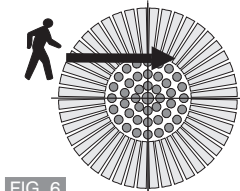
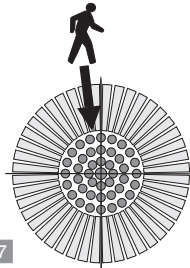

FIG. 6
FIG. 7
- Prima dell'installazione, tenere conto del fatto che il rilevatore è più sensibile ai movimenti che attraversano il suo campo d'azione (fig. 6) e meno sensibile ai movimenti in direzione del rilevatore stesso (fig. 7).
- Prior to mounting, keep in mind that the motion sensor is more sensitive to the motion, which is across the detection field (fig. 6) and less sensitive to the motion, which moves directly towards the detector (fig. 7).